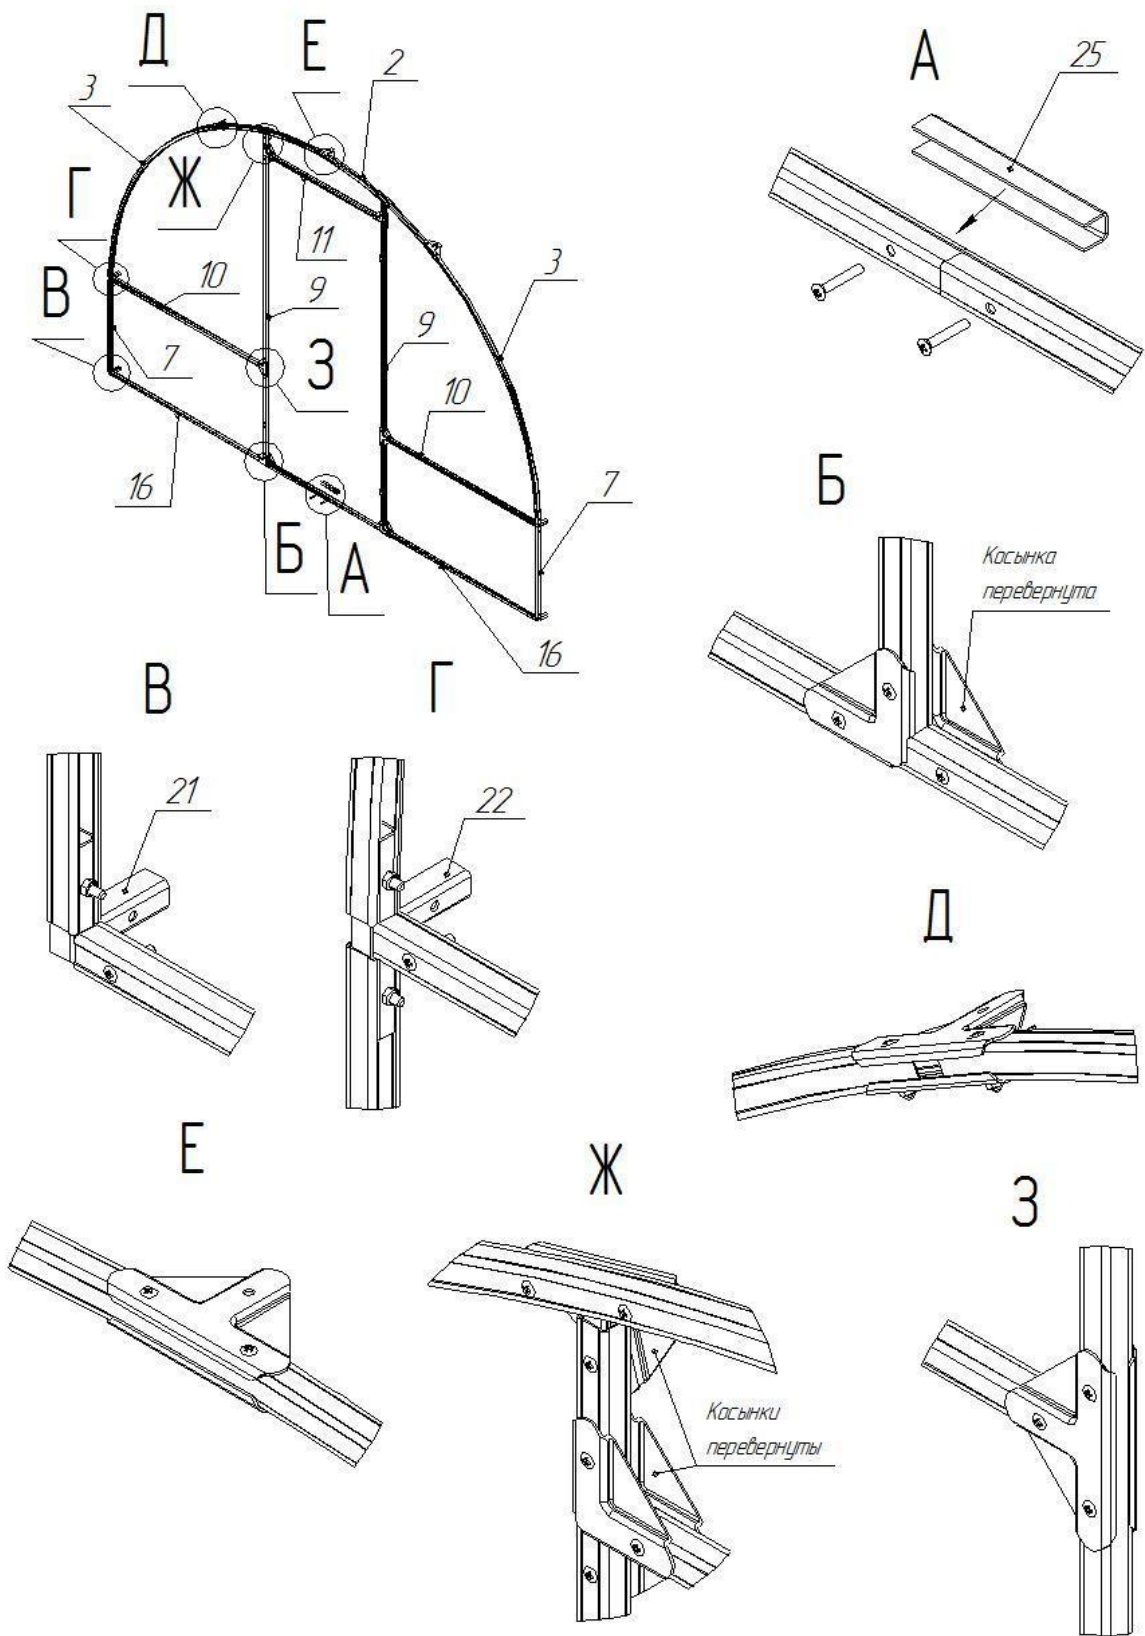

Рис. 1
6.1 Сборку каркаса следует начинать со сборки торцев (рис. 1). Каркас теплицы собирается при помощи винтов М5х30, винты М4х30 предназначены для навески дверей, форточек и установки вертушков.